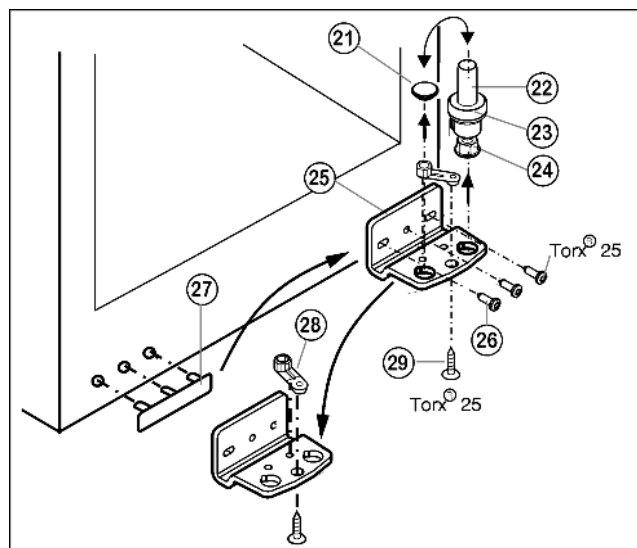

Fig. 6
- ▶ Trzpień zawiasu Fig. 6 (22) kompletny, z podkładką Fig. 6 (23) i nóżką Fig. 6 (24), wyciągnąć do góry.
- ▶ Unieść zatyczki Fig. 6 (21).
- ▶ Odkręcić Fig. 6 (25) płytkę zawiasu Fig. 6 (26).
- ▶ Odkręcić element zawiasu Fig. 6 (28), przełożyć do przeciwległego otworu zawiasu i tam dokręcić.
- ▶ Zdjąć i przełożyć osłonkę po stronie uchwyty Fig. 6 (27) na przeciwległą stronę.
- ▶ Przykręcić mocnopłytkę zawiasu Fig. 6 (25) na nowej stronie (z siłą 4 Nm), w razie potrzeby za pomocą wkrętarki akumulatorowej.
- ▶ Zatyczki Fig. 6 (21) ponownie włożyć do innego otworu.
- ▶ Trzpień zawiasu Fig. 6 (22) kompletny, z podkładką i nóżką włożyć ponownie. Przy tym zwrócić uwagę, by krzywka zatrzaskowa wskazywała do tyłu.
- ▶ Założyć drzwi od góry na dolny sworzeń zawiasu Fig. 6 (22).
- ▶ Włożyć w drzwi górną płytkę zawiasu (12) po nowej stronie zawiasów.
- ▶ Przykręcić mocno górną płytkę zawiasu (12) (z siłą 4 Nm) (2 razy Torx® 25) (13). Ewentualnie nakłuć otwory pod śruby lub użyć wkrętarki akumulatorowej.
- ▶ Zazębnić osłonę (10) i osłonę (11) odpowiednio po przeciwległej stronie.
- ▶ Korzystając ew. z obu podłużnych otworów w dolnej płytce zawiasu Fig. 6 (25) ustawić drzwi w jednej linii z obudową urządzenia. W tym celu wykręcić środkową śrubę.